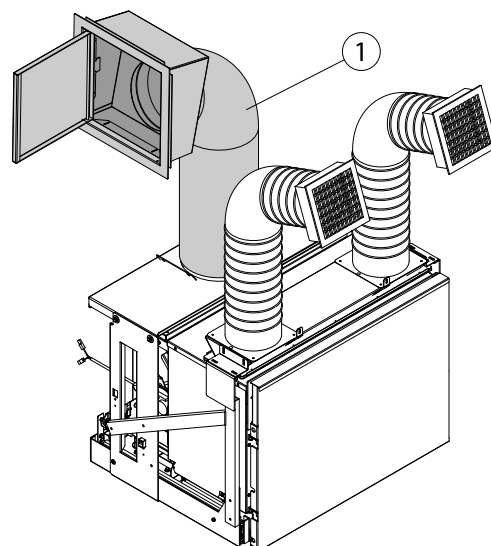

fig. 6.4.1
- A) Sistema di caricamento con tubo metallico e sportello di caricamento "1" (fig. 6.4.1)